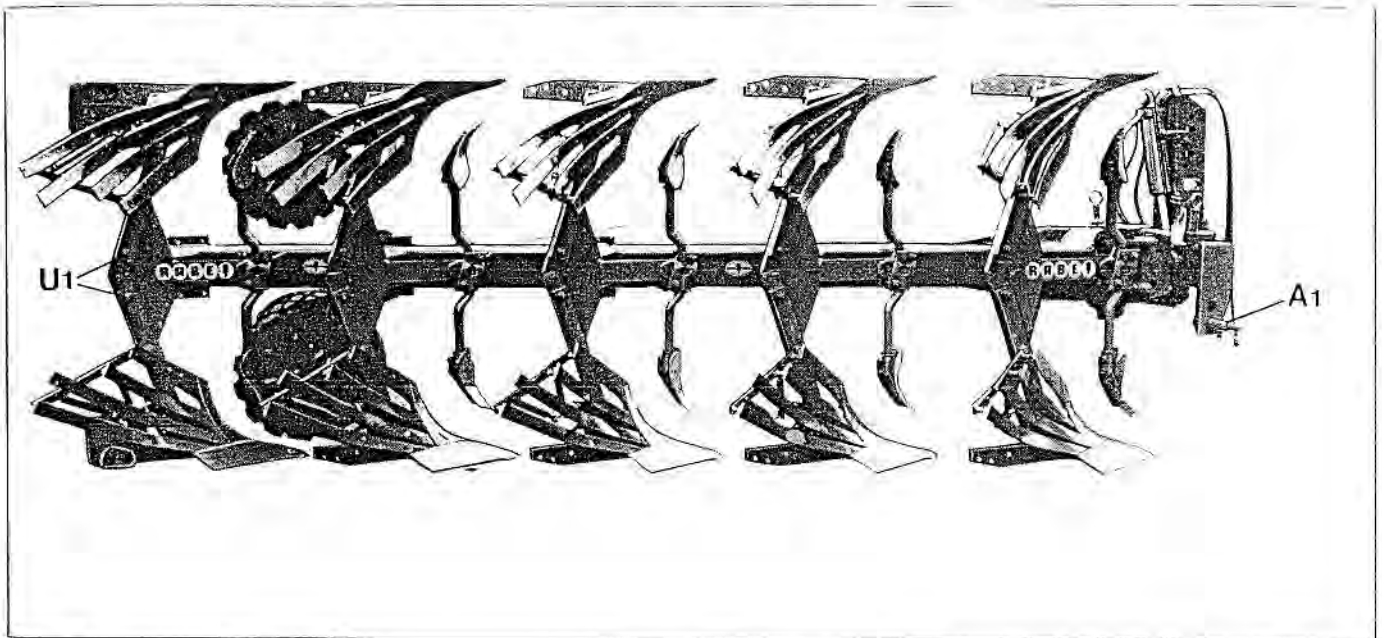

Fig.1
**Grindel-Überlastschutz** (auch bei "Avant" noch zusätzlich eingebaut): nach dem Einsetzen einer neuen Scherschraube (U1; Fig. 1 + 19) auch die andere Grindelschraube fest anziehen.